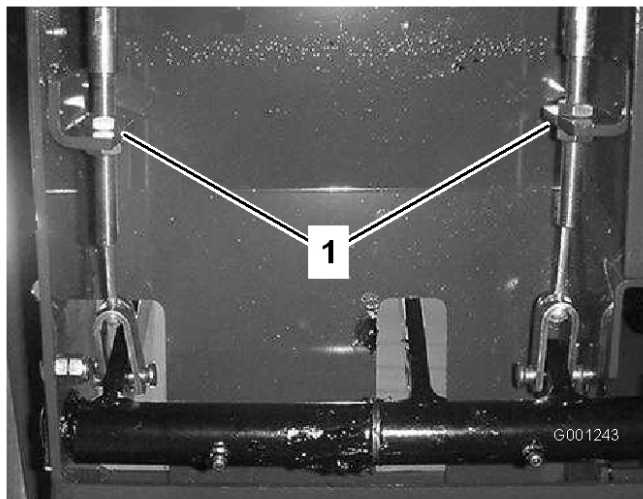

Figura 61
2. Para reduzir a folga dos pedais dos travões, aperte os travões desapertando a porca dianteira que se encontra na extremidade roscada do cabo dos travões (Figura 61). Em seguida, aperte a porca traseira para deslocar o cabo para trás até que os pedais dos travões tenham uma folga de 13 a 25 mm.